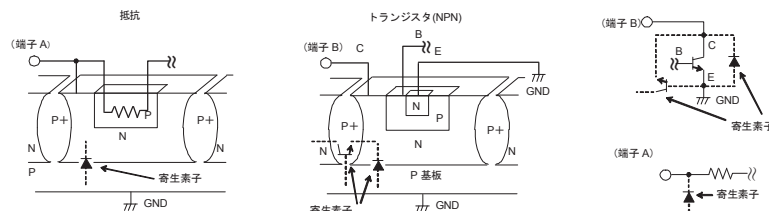

Fig.43 モノリシック IC の簡易構造例
8)本 IC はモノリシック IC であり、各素子間に素子分離の為に P+アイソレーションと、P 基盤を有しています。この P 層と各素子の N 層とで P-N 接合が形成され、各種の寄生素子が構成されます。例えば、Fig.43 のように、抵抗とトランジスタが端子と接続されている場合、端子電圧と GND 電圧が逆転することで寄生ダイオードやトランジスタが動作します。IC の構造上、寄生素子は電位関係によって必然的にできます。寄生素子が動作することにより、回路動作の干渉を引き起こし、ひいては破壊の原因ともなり得ます。したがって、入出力端子に GND(P 基板)より低い電圧を印加するなど、寄生素子が動作するような使い方をしないよう十分注意してください。